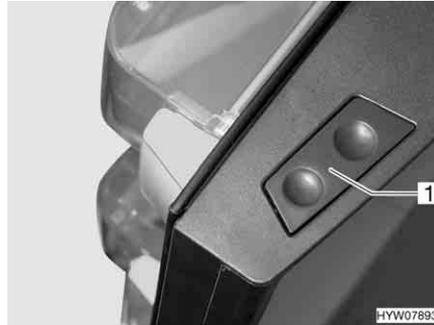

Bild 158 Entriegelungstaste der Kühlschranktür (Dometic 8er-Reihe)
- Die Entriegelungstaste (Bild 158,1) drücken und die Kühlschranktür öffnen.